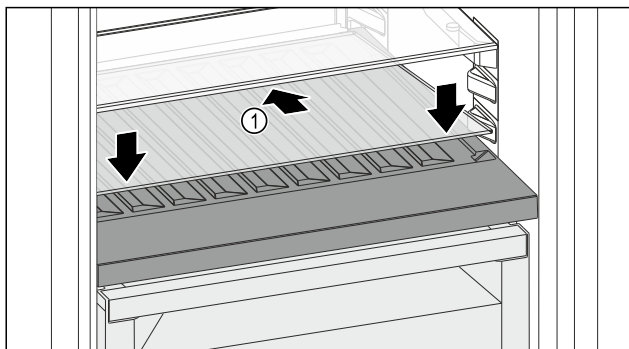

Fig. 148
- ▶ Skleněnou desku Fig. 148 (1) zasuňte šikmo a skloněnou dozadu dolů.
- ▶ Skleněnou desku Fig. 148 (1) vpředu spusťte dolů.